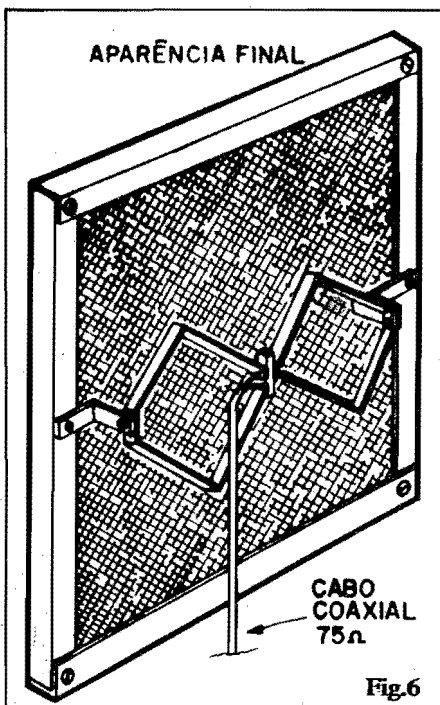

Fig.6
- **FIG. 6** - Mais um detalhe final de como a antena fica: é o quadro refletor (fornado com a tela de arame), com a "borboleta" (duplo dipolo) à sua frente, centrada, afastada e fixada pelos elementos em "L". O cabo coaxial de descida também é visto (em 5-A e 5-B o cabo é mostrado, na sua ligação ao "NÓ" da antena...).